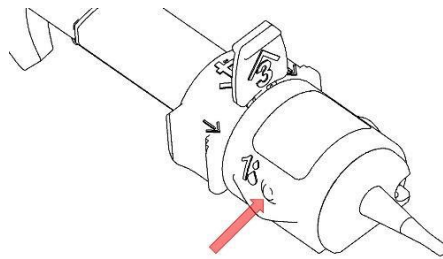

Fig. 1
3. Introduza totalmente a cânula (23G-27G) de uma seringa cheia de material viscoelástico na pequena abertura indicada pelo número '1' (Fig. 1), mantendo uma ligeira pressão na ponta da cânula. Injete a solução viscoelástica pela abertura. A quantidade injetada de visco é suficiente assim que a ótica da LIO for coberta pela solução viscoelástica.